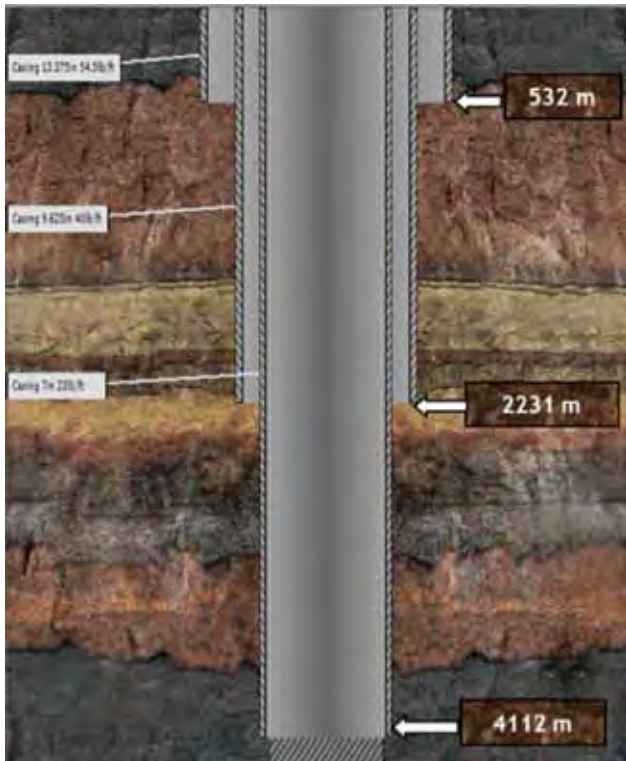

Figura 2. Cañerías entubadas.
Con estas premisas se programa el pozo. Luego de alcanzar la profundidad de 3600 m, se comienzan a observar las primeras manifestaciones de gas y desde los 4000 m se encuentran sobrepresiones, se llega a los 4142 m donde se detiene la perforación con una presión de fondo de 12.300 psi y una temperatura registrada a los 4058 m de 166 °C y se entuba la cañería de 7" (Figura 2).
- Uso de cañería de contingencia con reducción de diámetro de fase aislación (Figura 2).